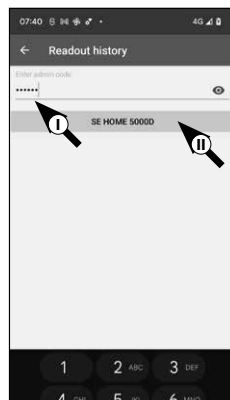

Abb. 109
⑥ Unter dem Eingabefeld finden Sie eine große Taste, welche automatisch mit dem Namen des jeweiligen Zylinders betitelt wird. Tippen Sie sie zur Bestätigung an (II) (Abb. 109).